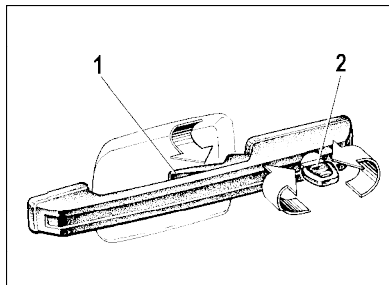
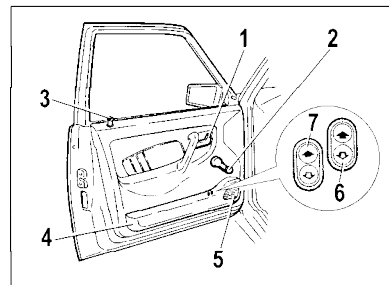
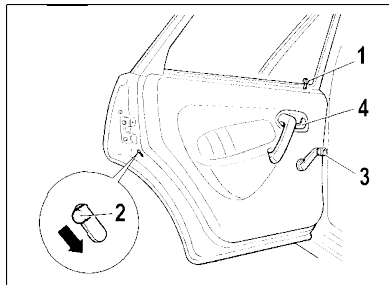

Рис. 2. Открывание дверей
Рис. 3. Передняя дверь
Рис. 4. Задняя дверь
Двери открываются при нажатии на клавишу 1 (рис. 2) рукоятки или поворотом на себя ручек 1 (рис. 3) и 4 (рис. 4). Если замок заблокирован, то ручки и клавиши имеют холостой ход и двери остаются запертыми.
**Передние двери.** Блокировку замка передней двери ключом 2 (рис. 2) или нажатием на кнопку 3 (рис. 3) проводите только при закрытой двери.
**Задние двери.** Блокировка замка задней двери нажатием на кнопку 1 (рис. 4) возможна как при открытой, так и при закрытой двери.